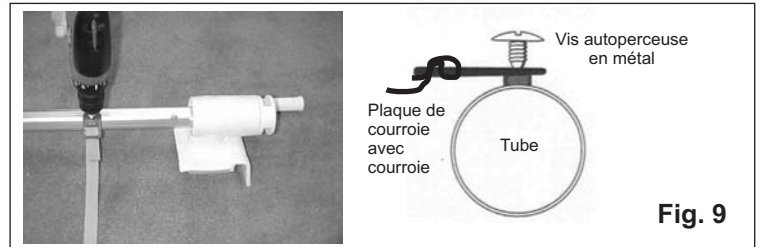

Fig. 9
- Attachez les plaques au tube (voir Fig. 9). **NE PAS percer de trous à l'avance ni serrer les vis trop fort.**